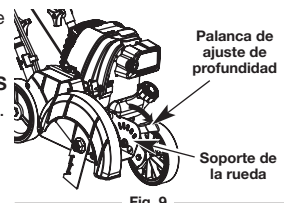

Fig. 9
1. Aparte ligeramente la palanca de ajuste de profundidad de la guía de la rueda (Fig. 9).
2. Para elevar la cuchilla de corte, mueva la palanca hacia el frente del soporte de la rueda (Fig. 9). Bajar la rueda disminuye la profundidad de corte.